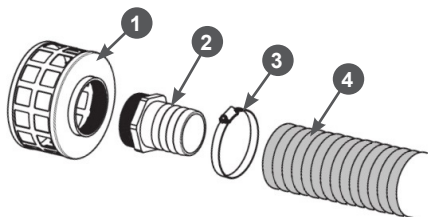

Рис. 11. Установка всасывающего фильтра
4. Закрутите в корпус 1 всасывающего фильтра коннектор 2 всасывающего рукава (Рис. 11).
5. Наденьте до упора всасывающий рукав 4 на патрубок коннектора 2 и затяните его хомутом 3 (Рис. 11).